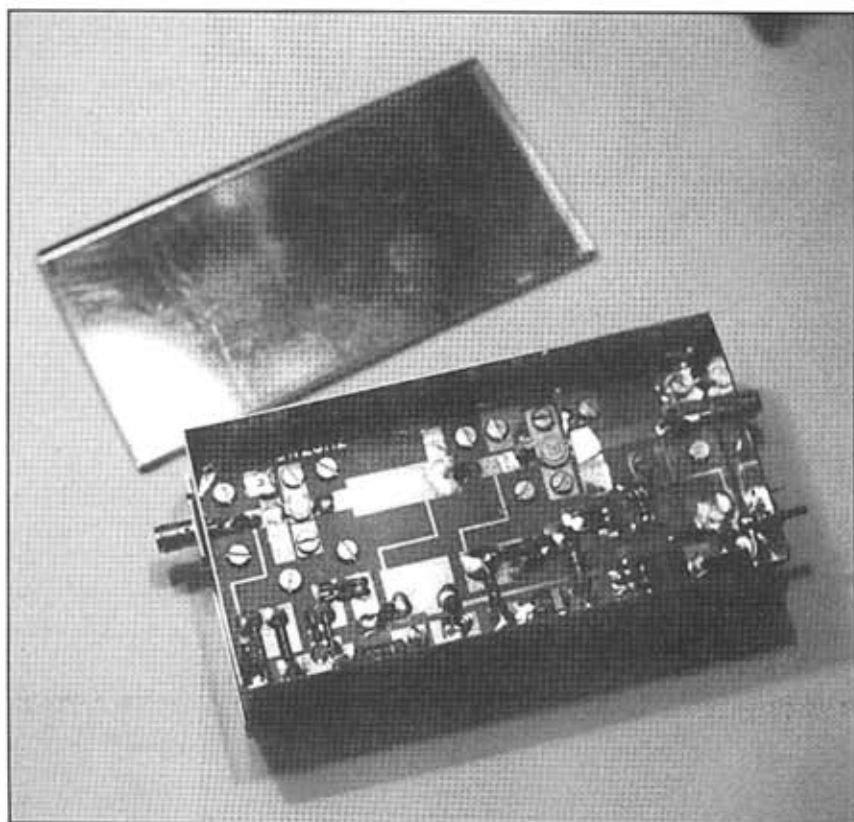

Fig. 3 - Assemblaggio dell'amplificatore in contenitore di lamierino stagnato (110 x 55 x 32 mm)
5) Tutti i componenti sono montati dal lato microstrip, incluso C9 che è saldato sulla parete del contenitore (vedere fig. 3); Q1 e Q2 sono pure montati dal lato microstrip ma hanno la barretta del contenitore (cioè l'emettitore) direttamente vincolata al dissipatore a mezzo di coppie di viti (2,6 MA). Per facilitare al massimo l'autocostruzione sono stati utilizzati ESCLUSIVAMENTE componenti normali e non SMD o MELF (anche se questi possono andare altrettanto bene) che, oltre ad essere difficilmente reperibili a livello di qualche pezzo, presuppongono un minimo di dimestichezza per la messa in
1) Si dispone il contenitore, il circuito stampato ed il tronco di profilato su un piano in modo che quest'ultimo sia a filo del bordo inferiore del contenitore medesimo (vedere fig.6). Quindi con una punta si traccia sulla parete interna del contenitore, ed in corrispondenza dei terminali d'ingresso ed uscita, la quota relativa al piano delle microstrip. Si procede quindi alla foratura del contenitore in corrispondenza dei connettori coassiali (ricordandosi di tenere conto del diametro del terminale che deve essere saldato tangente alle microstrip) e per il condensatore passante che porta la tensione d'alimentazione (C9). Nell'esempio illustrato in fig.3 sono stati impiegati connettori tipo SMA con flangia sagomata a losanga (2 fori) direttamente saldati al contenitore utilizzato.
Ciò per evitare sollecitazioni meccaniche ai terminali dei dispositivi. Infine si realizza C6: si ritaglia una bandellina di rame con dimensioni 10 * 5 mm (spessore 0,1...0,2 mm) e la si salda da un solo lato verso massa, sovrapposta ad L11 e spaziata di ca. 1 mm da questa (vedere fig. 3). A questo punto la costruzione è terminata e si può procedere alla verifica ed alla ottimizzazione dell'amplificatore per la massima potenza d'uscita.